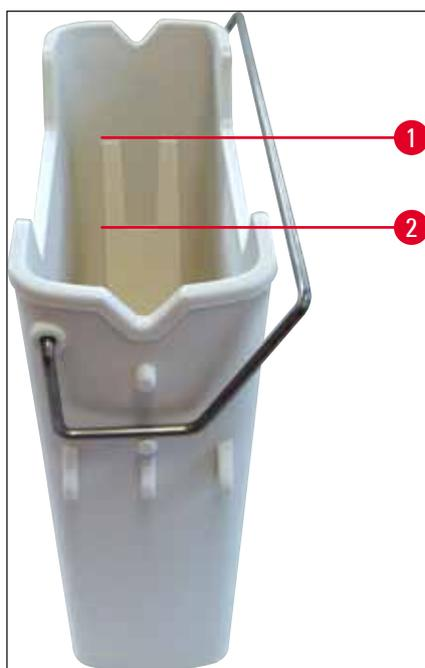

Fig. 67
4. Verifique se o nível de abastecimento é suficiente (→ Fig. 67) e se não há sujeira no reagente. Em caso de contaminação, o solvente deve ser substituído (→ P. 36 – 4.6.3 Prepare o recipiente de reagente, abasteça-o e insira na gaveta de carga) e o recipiente de reagente deve ser limpo antes do novo abastecimento.